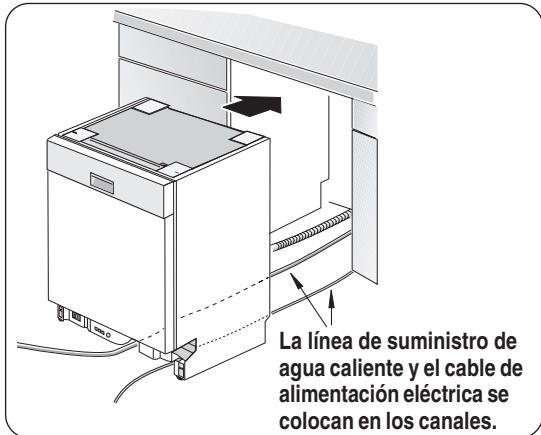

Ilustración 18
- 2 Acomode la lavadora tan cerca del gabinete como para poder conectar la manguera de desagüe de la lavadora a la conexión de evacuación debajo del fregador. Asegúrese de que el tubo de agua caliente y el cable eléctrico estén puestos en sus canales respectivos bajo la base de la lavadora, tal como indican en la **Ilustración 18**.